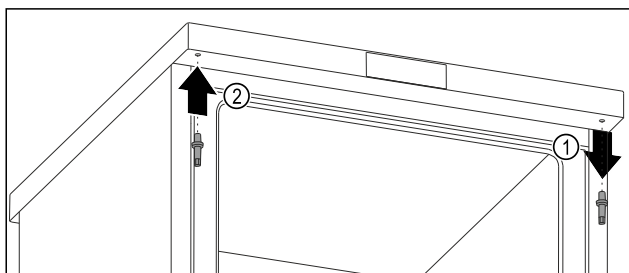

Fig. 12
- Odšroubujte horní čep imbusovým klíčem. Fig. 12 (1)
- Čep na opačné straně utáhněte imbusovým klíčem. Fig. 12 (2)